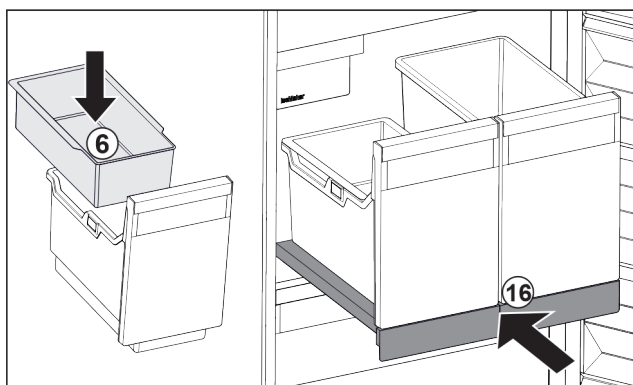

Fig. 32
- Вставьте навесной лоток Fig. 32 (6) для кубиков льда.
- Вставьте выдвижную панель с контейнером (IceTower). Fig. 32 (16)